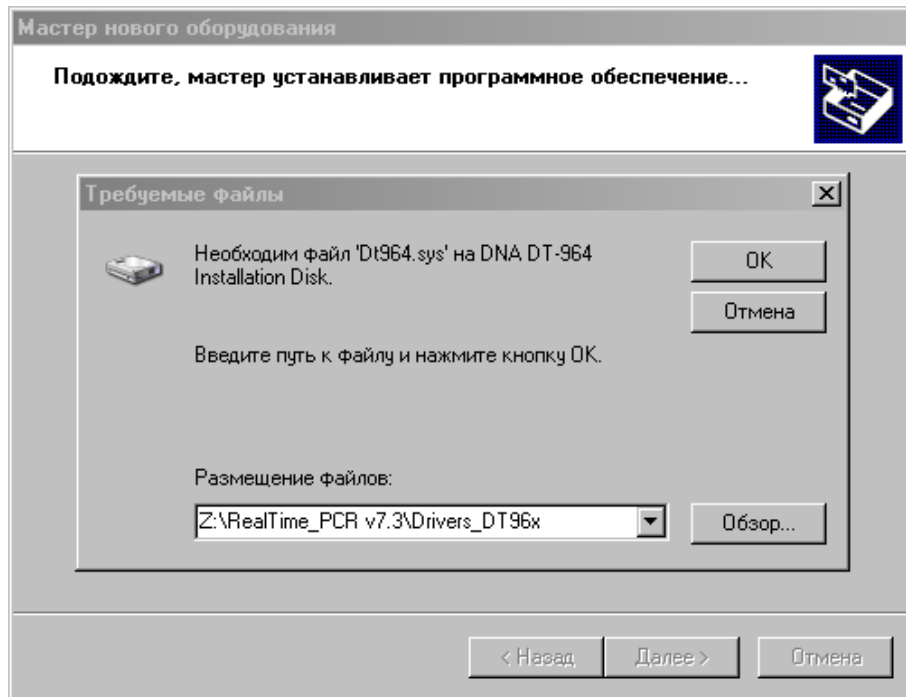

Рис.11. Поиск файла Dt964R.sys на флеш-карте.
- В следующем окне мастера (Рис.11) укажите путь к файлу Dt964.sys на флеш-карте, для чего нажмите кнопку .
- Убедившись, что путь к файлу в окне (Рис.11) указан правильно, нажмите кнопку **ОК**.